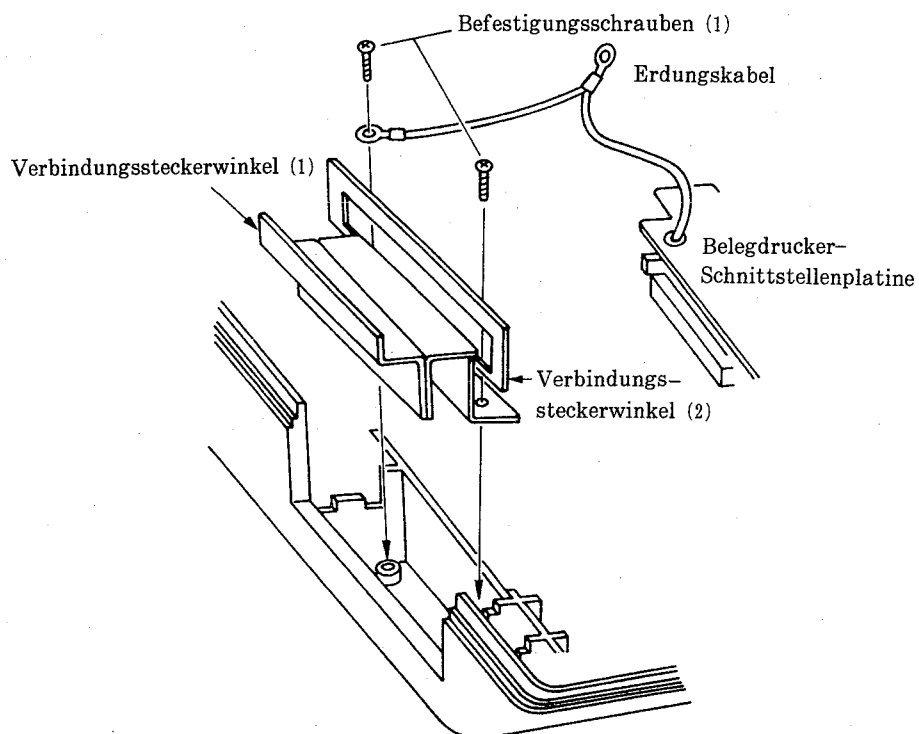

Abb.41
- 5) Die Verbindungssteckerwinkel (1) und (2) sowie das Erdungskabel zusammen am Gehäuseunterteil festschrauben (siehe Abb. 41).